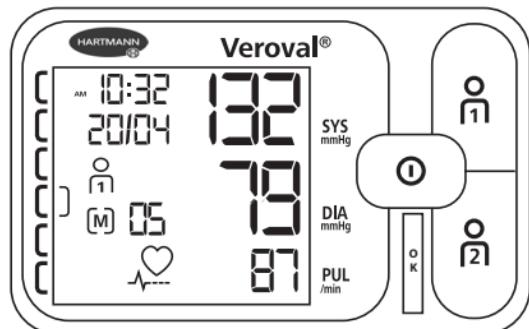

Abb. 1
- Nach dem Ende der Messung erscheinen im Display gleichzeitig der systolische und diastolische Blutdruckwert sowie darüber die Pulsfrequenz (siehe Abb. 1).